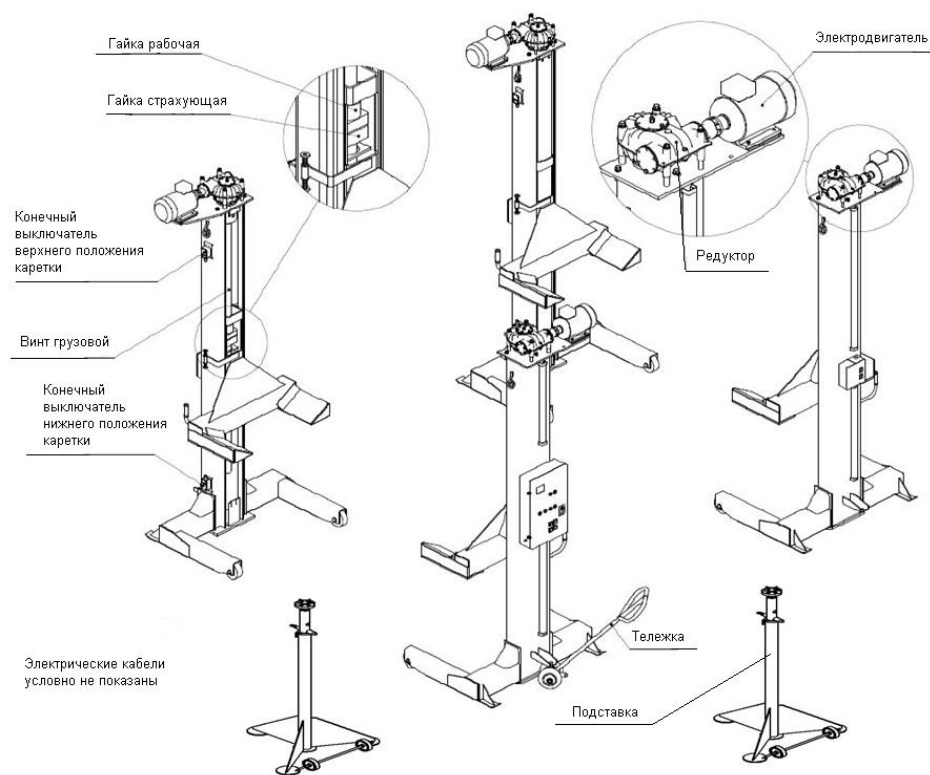

Рис. 2. Составные части подъемника передвижного ПП - 10
4.1. Подъемник состоит из четырех стоек (см. Рис.1 и Рис.2), каждая из которых имеет электромеханический привод, каретку, грузовой винт, рабочую и страхующую гайки, конечные выключатели верхнего и нижнего положения кареток. На первой стойке установлен шкаф аппаратный, имеющий корпус с панелью электрооборудования, автоматический выключатель, лампочку «Сеть», «Авария», кнопки «Вверх» и «Вниз» для управления первой стойкой и кнопки «Вверх» и «Вниз» для управления всеми стойками одновременно. На остальных стойках установлены посты управления с кнопками «Вверх» и «Вниз» для управления данной стойкой.